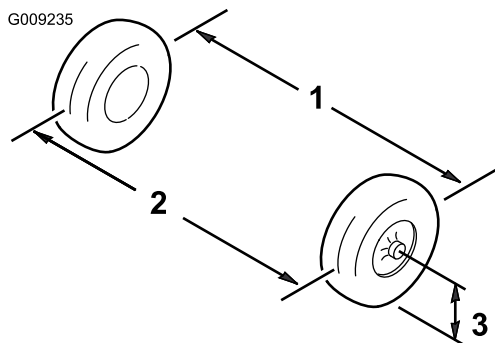

図 56
1. 前輪の前と後ろで、左右のタイヤの中央線間距離を測る計測はアックスルの高さで行う(図56)。